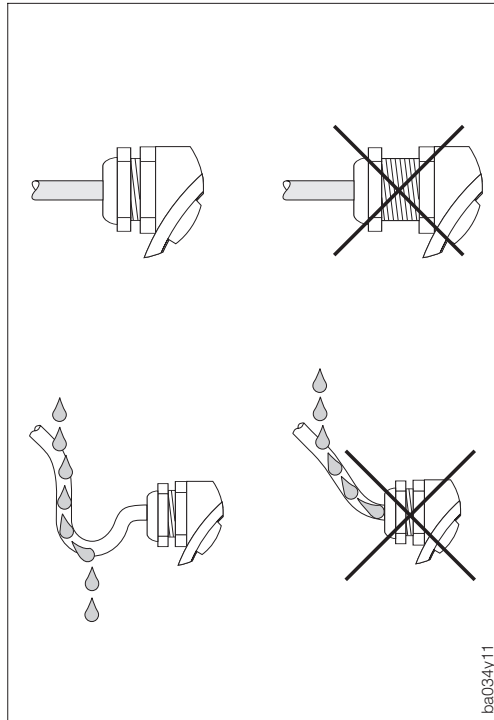

Abb. 2
- Kabeleinführung fest anziehen (siehe Abb. 2).
- Kabel vor der Kabeleinführung in einer Schlaufe verlegen. Auftretende Feuchtigkeit kann so nicht zur Einführung gelangen (siehe Abb. 2).